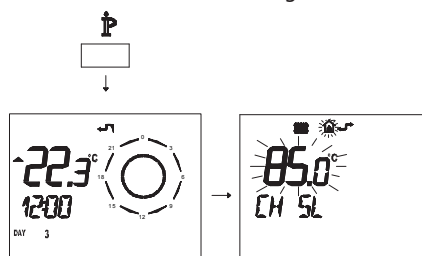

Figura 5.44
- Premere per più di 3 secondi il pulsante P per entrare in modalità **INFO** (Figura 5.44).